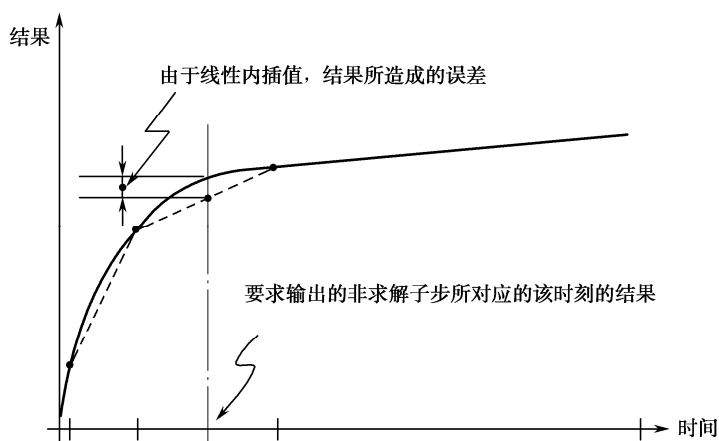

图 2-87 非线性结果的线性插值可能引起的误差
**注意：**如果指定的时刻没有一个可用的结果，ANSYS 程序会按照线性插值来计算出该时刻对应的结果。在非线性的分析中，这种线性内插值通常将导致某些精度损失，如图 2-87 所示。因此，对于非线性分析，建议选取子载荷步时间点来进行后处理。